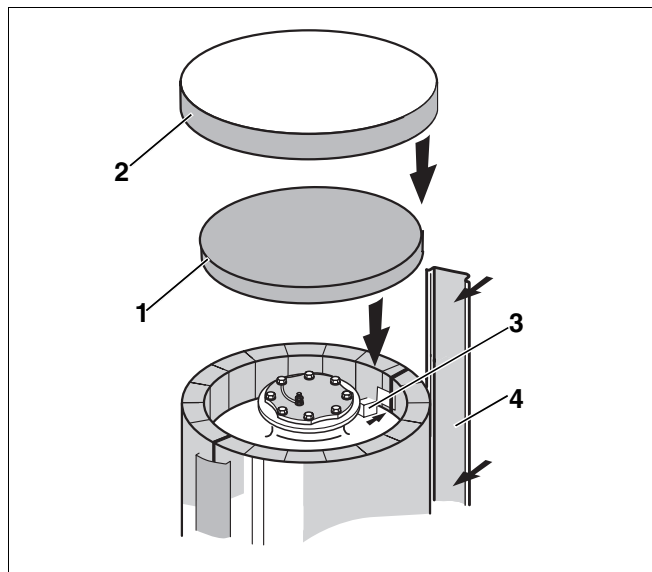

Fig. 7 Isolering – øverste håndhulsdæksel
- Sæt dæklisten (fig. 7, **pos. 4**) på isoleringsmåttens lukkeliste.
- Læg den firkantede isoleringsprop (fig. 7, **pos. 3**) i udskæringen indefra.
- Læg isoleringsskiven (fig. 7, **pos. 1**) på det øverste håndhulsdæksel, så den er i niveau med isoleringsmåttens kant.
- Sæt beholdertoppen (plastdæksel, fig. 7, **pos. 2**) over isoleringsskiven og isoleringsmåttens kant.